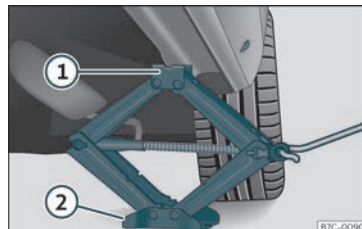

Fig. 35 Llarguer: col·locació del gat del vehicle.
- Gireu la manovella del gat*, situat sota el punt de recolzament del llarguer, per elevar-lo fins que la pestanya ① >>> fig. 35 quedi situada sota l'allotjament previst.
- Alineeu el gat* de manera que la pestanya ① "s'adhereixi" a l'allotjament previst del llarguer i la placa base mòbil ② quedi recolzada a terra. La placa base ② ha de caure en la vertical respecte al punt de recolzament ①.